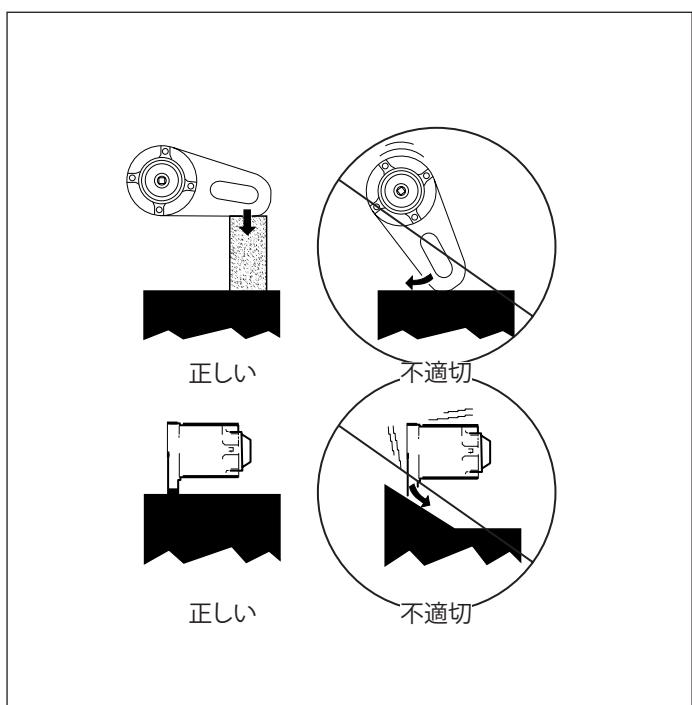

図7 - 反応支持部は、反応作用点に対して直角に配置する
- 反力プレートモデルの場合:適切なサイズのソケットをスレーブスクエアドライブに合わせ、隣接する締結部品に取り付けます。反力バーモデルの場合:反力バーを適切な物体にしっかりとあてがいます。注意:締結部品にソケットを適切に位置決めしたときに、反力バーはトルクを掛ける締結部品に対して直角にならなければなりません(図7)。トルクマルチプライヤーの反力に関する詳細は、セクション10.0のアプリケーション情報を参照してください。